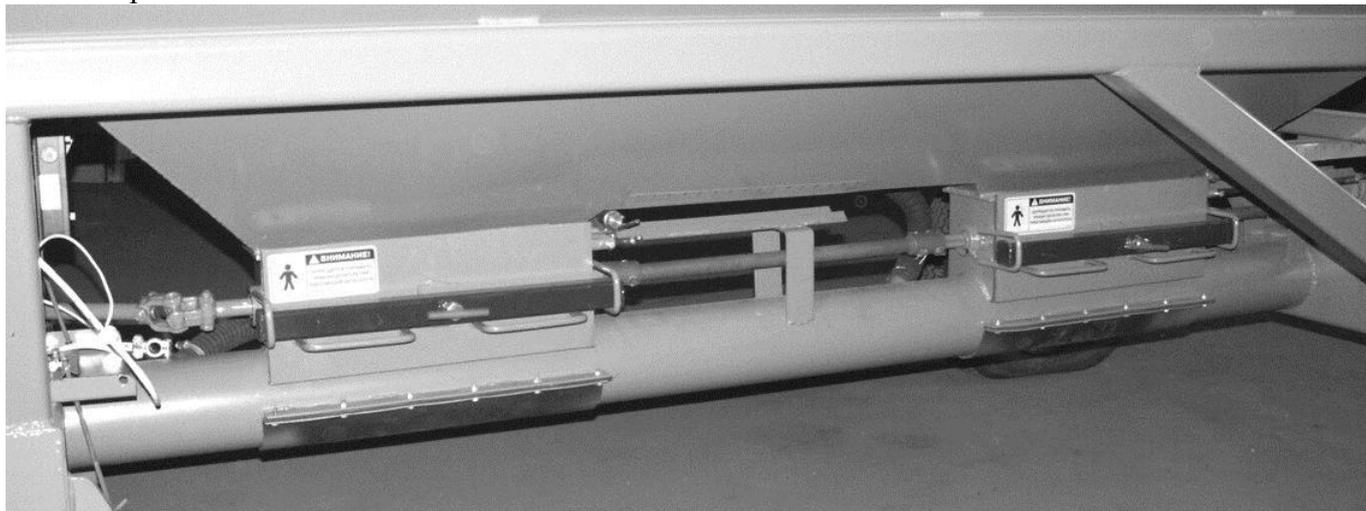

Рис. 6.7.3 Привод высевающего механизма
6.7.3. Смазку элементов привода высевающего механизма (рис. 6.7.3) (подшипники скольжения и другие трущиеся узлы и детали) производить консистентной смазкой общего назначения каждые 50 часов работы.